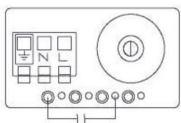

Рис.2
- Схема электроподключения изображена на рис. 2 – параметры сети должны соответствовать значениям, указанным на насосе;